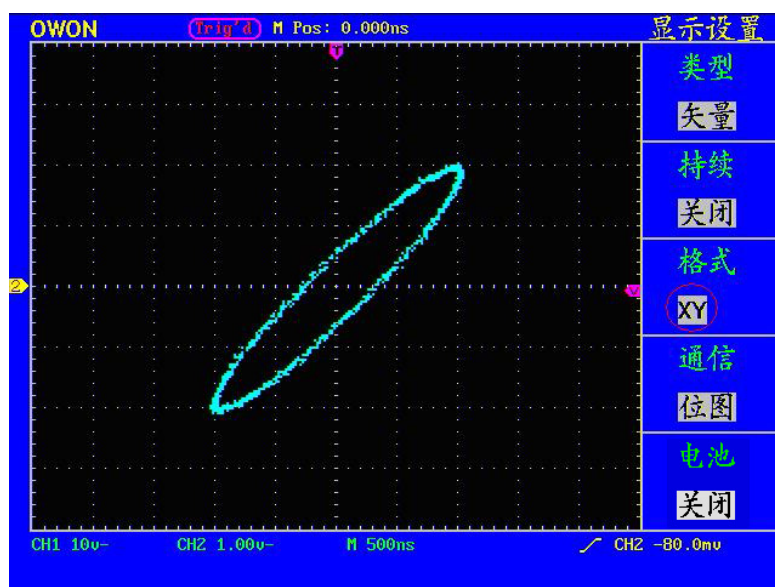

图43: XY显示模式
- 2、按 **F3** 菜单选择键，选择格式为 **XY**。显示方式改变为XY模式，见图43: